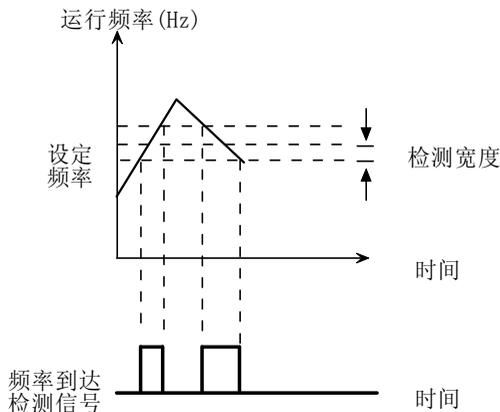

图 5-3-8 频率到达检测
- ◆ 输出频率到达设定频率值时, 此功能调整其检测幅值, 调整范围为设定频率值的 0~±10.00Hz。当变频器的输出频率在设定频率的正负检出宽度内时, Y 输出脉冲信号, 如图 5-3-8 所示。